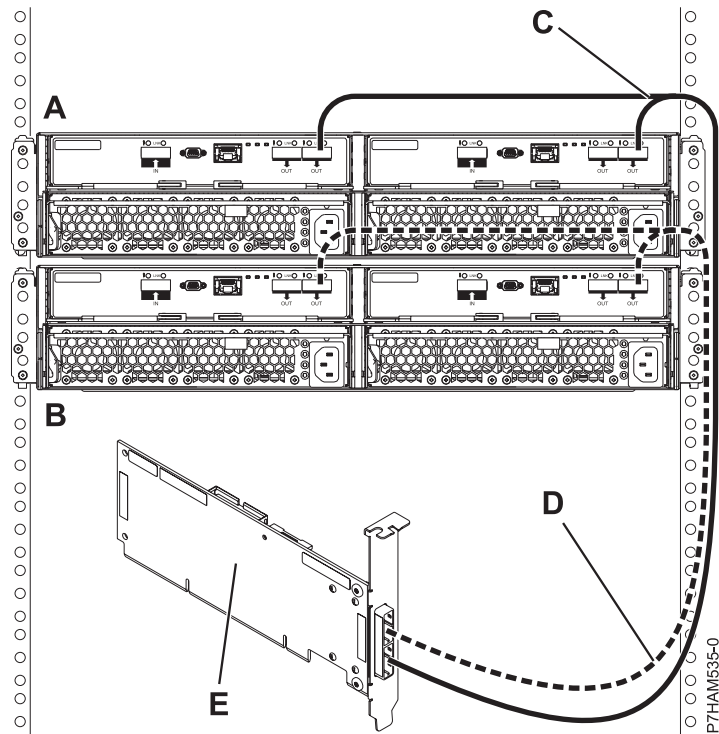

Figure 30. Mode 1 de connexion de deux boîtiers d'unité de disque 58/87 via des câbles YO à un adaptateur SAS unique
- j. Effectuez la connexion de mode 1 de deux boîtiers d'unité de disque 58/87 (A et B) via des câbles YO (C et D) à un adaptateur SAS unique (E) comme illustré à la figure 30, à la page 29.